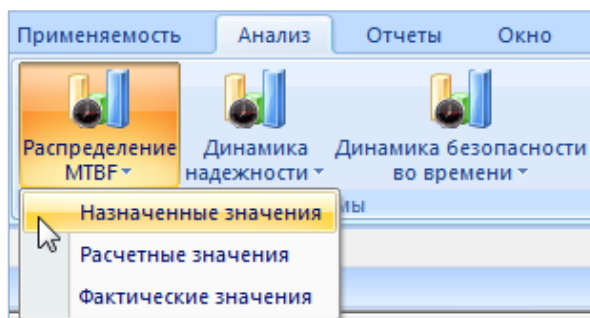

Рис. 13-550 – Выбор диаграммы
4) В рабочем окне «Экземпляры» будут отображены колонки с данными по выполненному анализу надежности (рис. 13-550).